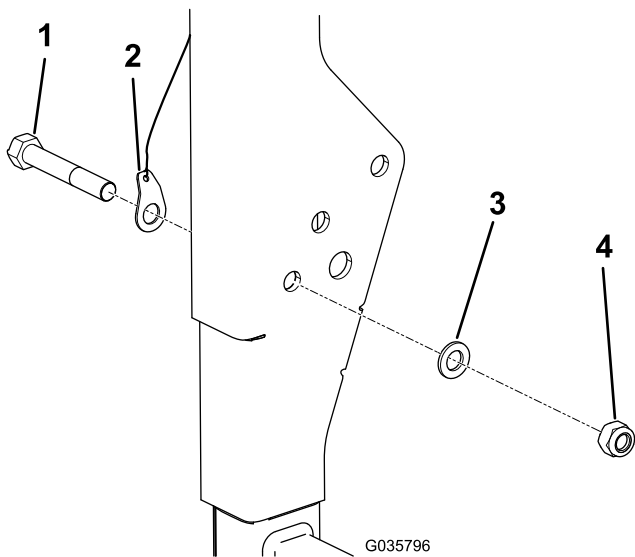

Figura 1
2. Sullo stesso lato del ROPS su cui prevedete di montare il kit, rimuovete il dado, il bullone e la rondella dal ROPS ed eliminate dado e bullone; fate riferimento a Figura 1.